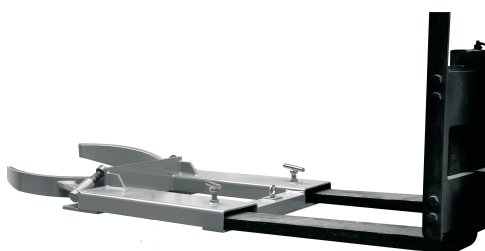

Figure 2
2. Glissez doucement la fourche dans la goulotte de fourche. Examinez nécessairement les boulons en forme T (y compris deux boulons, excepté le 21VG39) pour sortir une distance assez lointaine afin de laisser la fourche insérer dans la goulotte de la fourche. (voir la Figure 2). Avertissement: N'utilisez pas la prolongation de la fourche.